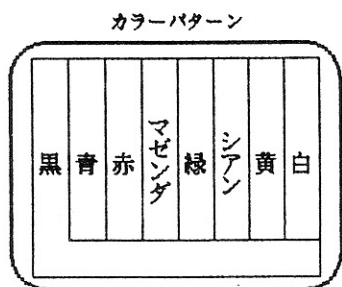

図1
- ① 全画面青色を表示する。
- ② 全画面赤色を表示する。
- ③ 全画面マゼンダを表示する。
- ④ 全画面緑色を表示する。
- ⑤ 全画面シアンを表示する。
- ⑥ 全画面黄色を表示する。
- ⑦ 全画面白色を表示する。
- ⑧ カラーパターン (図1) を表示する。